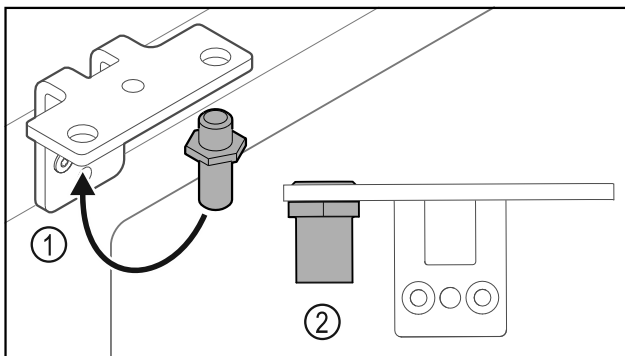

Fig. 31
- ▶ Perkelkite kaištį Fig. 31 (1) šarnyriniame kampuotyje.
- ▶ Priveržkite kaištį Fig. 31 (2) **12 Nm** sukimo momentu.